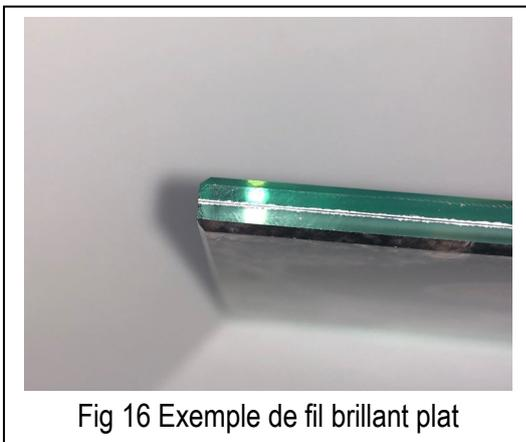

Fig 16 Exemple de fil brillant plat
- Alma, Aluminium, Antique, Antique Ocre, Antique Blue, Antique Green, Mirror, Vis One et Vis Two est le fil plat (Fig. 16) ;